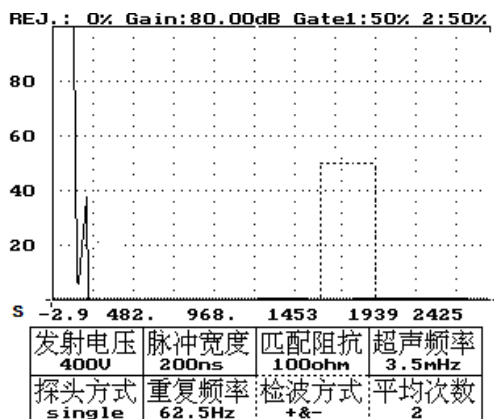

图 17-2
- 4、按方向键——将虚框移到检波方式。如图 17-2 所示。